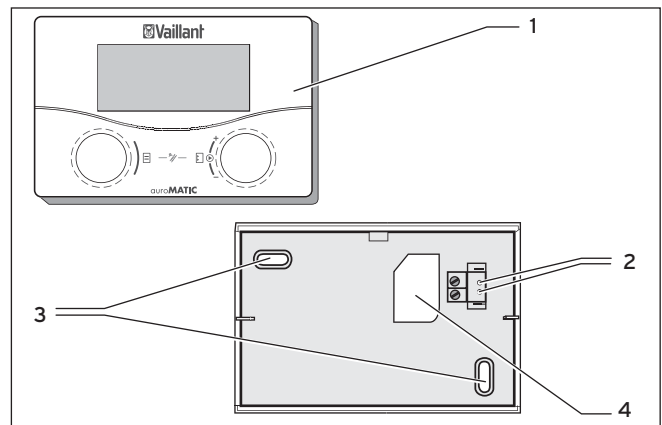

Fig. 3.5 Montage comme appareil de commande à distance
- Faites deux trous de fixation (3) pour le socle mural VR 55, d'un diamètre de 6 mm (voir fig. 3.5).
- Passez le câble de connexion à travers le passe-câbles (4).